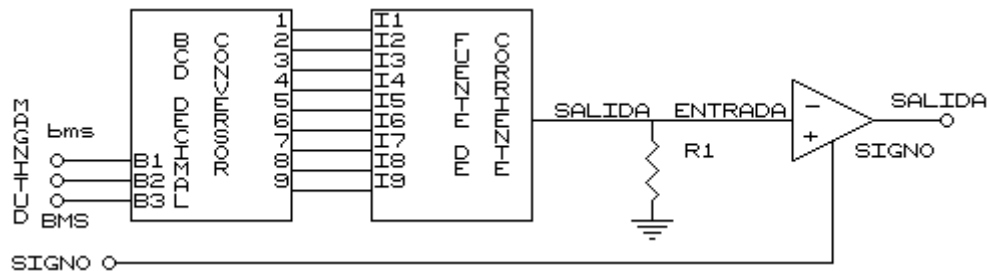

Figura 7.3
1. Arme el circuito de la figura 7.3.